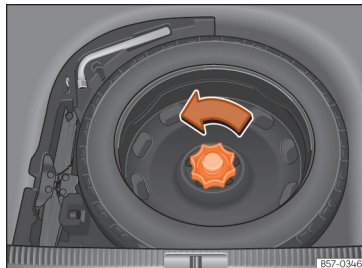

Рис. 221 Багажний відсік: піднята підлога.
- Повертайте кріпильний гвинт проти годинникової стрілки » **рис. 221**.